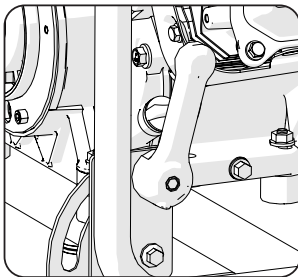

Abb. 19
- Entfernen Sie den Ölablassstopfen, damit das Öl vollständig aus dem Motor ablaufen kann. **(Abb. 19)**